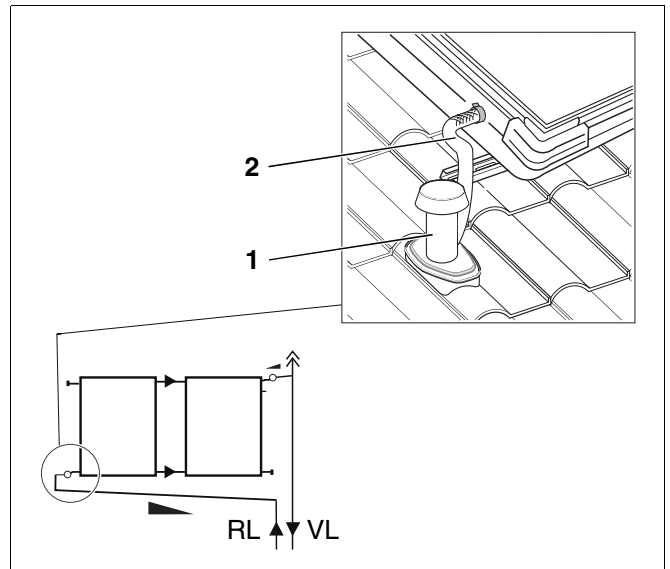

Fig. 43 Ligar o retorno da água
Ao efectuar a montagem, é imprescindível que instale a tubagem de retorno por baixo do campo de colectores com uma inclinação em relação ao campo de colectores (Fig. 43).
- ▶ Fixe a mangueira solar comprida (Fig. 43, **Item 2**) ao colector com a abraçadeira de mola.
- ▶ Conduza a tubagem de retorno no sótão (Fig. 43, **Item 1**) através de uma passagem adequada do telhado (por ex. tampa de ventilação).